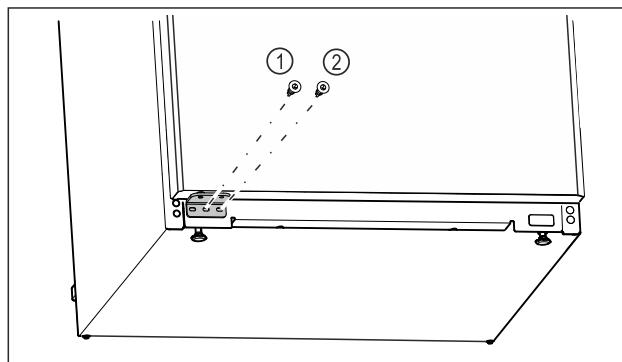

Fig. 25
- Shtrëngoni vidën e mesit të bazamentit mbështetës Fig. 25 (1) me kaçavidë Torx 20.
- Shtrëngoni vidën e brendshme të bazamentit mbështetës Fig. 25 (2) me kaçavidë Torx 20.